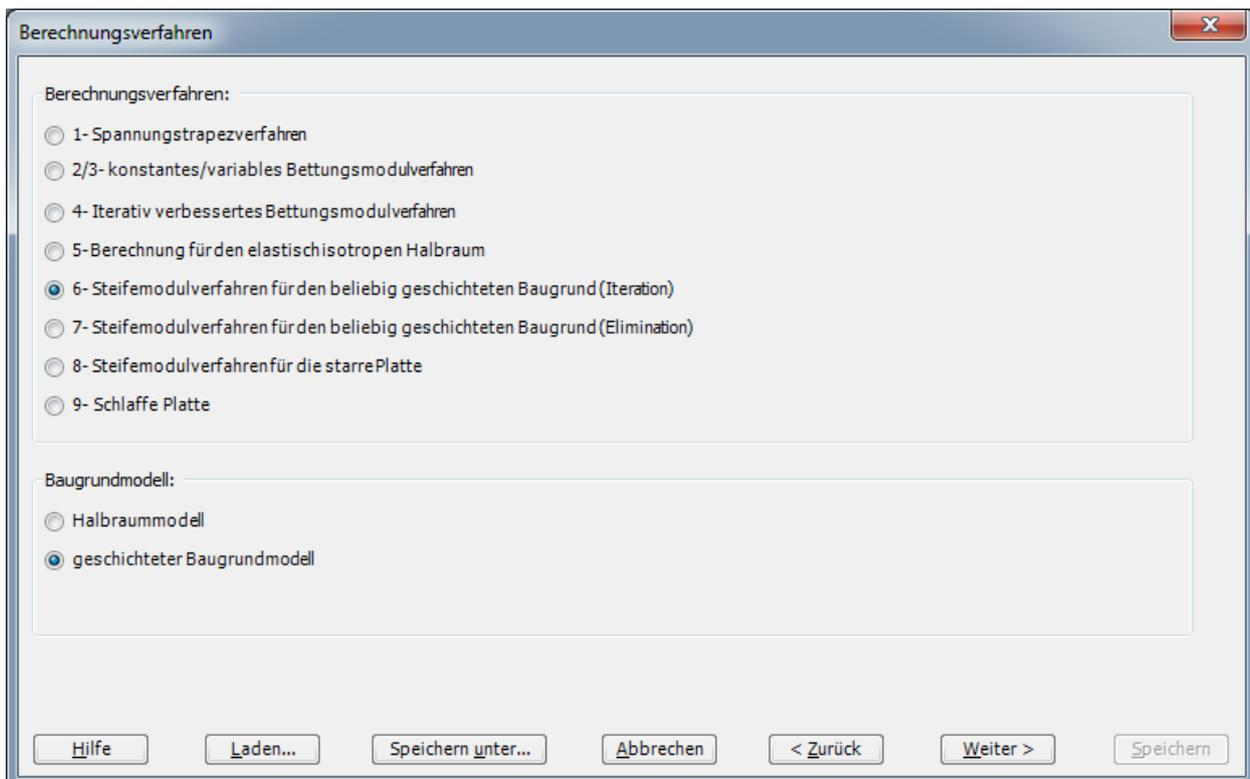

Bild 10.3 Menü "Berechnungsverfahren"
Nach Klicken der Schaltfläche "Weiter" erscheint das Menü "Berechnungsverfahren" (Bild 10.3).
- Wählen Sie das Berechnungsverfahren "6-Steifemodulverfahren für den beliebig geschichteten Baugrund (Iteration)", wie in Bild 10.3 gezeigt